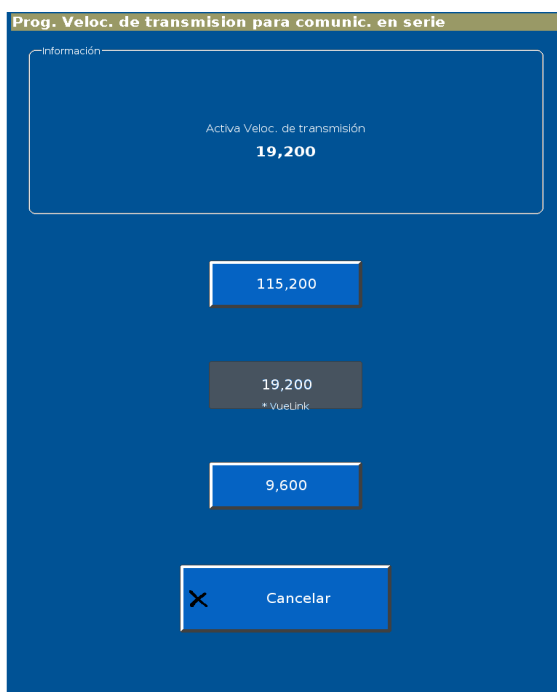

Figura E-9: Pantalla Prog. Veloc. de transmisión para comunic. en serie
1. En la pantalla **Ajustes del sistema**, seleccione la pestaña **Veloc. de transmisión** para mostrar la pantalla **Prog. Veloc. de transmisión para comunic. en serie** (Figura E-9).